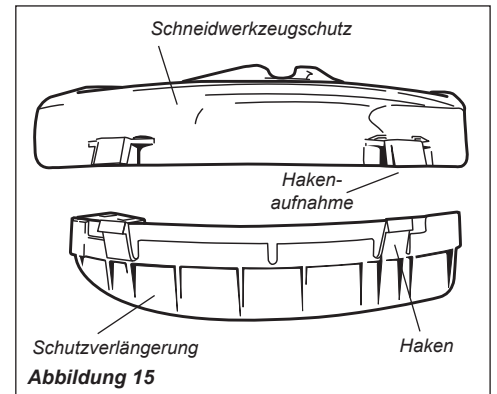

Abbildung 15
1. Befestigen Sie die Schutzverlängerung am Schneidwerkzeugschutz. Siehe Abbildung 15.